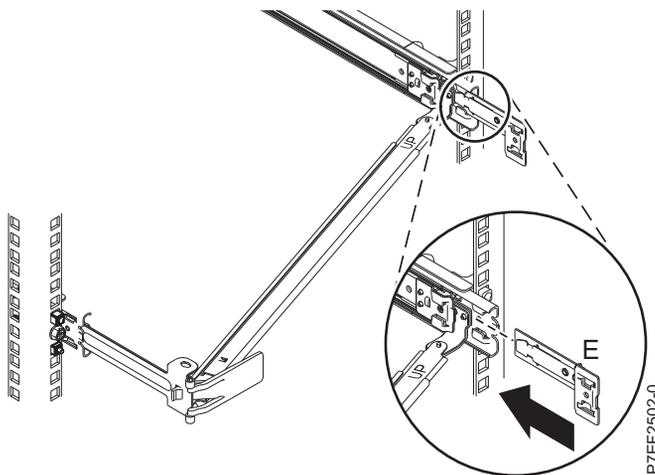

Figura 13. Instalando o suporte de extensão no trilho deslizante
5. Arraste o suporte de extensão (E) para o trilho deslizante direito até que o pino com molas se encaixe no lugar. Para obter detalhes, consulte Figura 13.